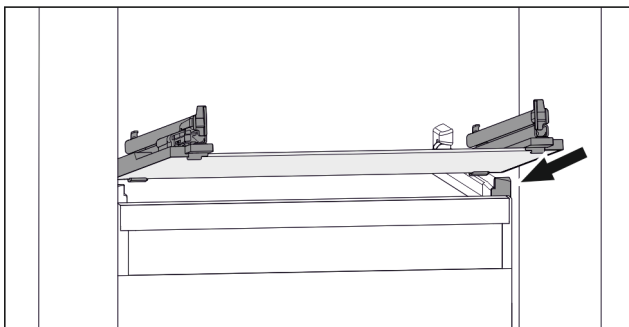

Fig. 115 Representación de la placa de vidrio a modo de ejemplo
- ▶ Coloque la placa de vidrio inclinada detrás de los topes. (consulte Fig. 115)